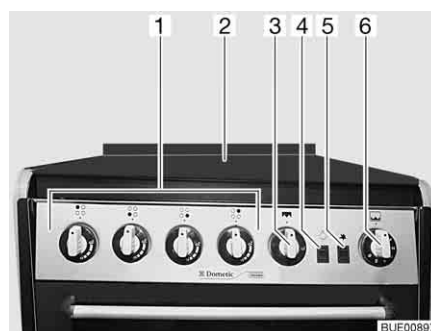

Fig. 190 Cocina de gas con horno y grill
- Abrir la tapa de la cocina de gas (Fig. 190,2).
- Girar el regulador giratorio (Fig. 190,1) correspondiente al quemador deseado a la posición de encendido (llama alta) y presionarlo.
- Presionar el botón de encendido (Fig. 190,5) tantas veces como sean necesarias hasta que arda la llama.
- ▷ Con el interruptor (Fig. 190,4) se conecta y desconecta la luz del horno.
- Presionar ligeramente el regulador giratorio (Fig. 190,3) y girarlo a la posición de encendido (llama alta).
- Presionar el botón de encendido (Fig. 190,5) hasta que arda la llama.
- Presionar el regulador giratorio (Fig. 190,6) ligeramente y girarlo a una posición de encendido entre 1 y 6.